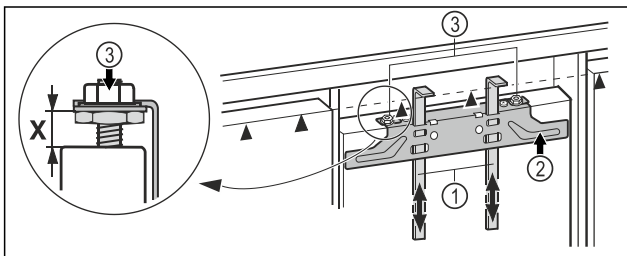

Fig. 44
- Pousser les aides au montage Fig. 44 (1) à hauteur de la porte du meuble. Bord de butée inférieur ▲ de l'aide au montage = bord supérieur de la porte du meuble à monter.
- Dévisser la traverse de fixation Fig. 44 (2) avec les contre-écrous Fig. 44 (3).